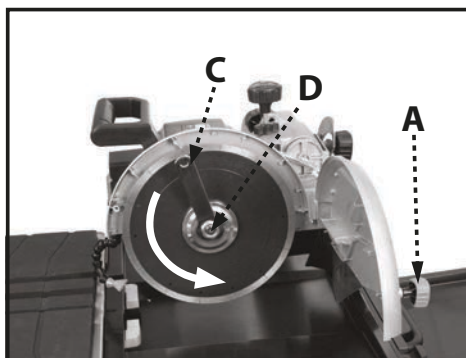

FIGURA 27
7. Coloque el disco nuevo en el husillo de forma tal que la flecha en el disco quede apuntando en la misma dirección que la flecha en la tapa del disco. (Consulte la Figura 27)